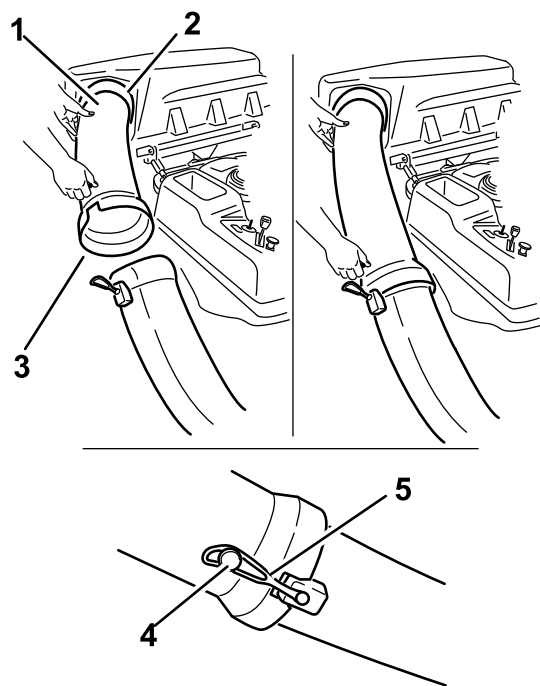

Figura 18
1. Inserite l'estremità curva del tubo di scarico nell'apertura prevista nel coperchio del sistema di raccolta (Figura 18).
2. Fate passare l'estremità svasata del tubo di scarico sopra l'estremità del camino di scarico. Portate il cinghiolo di gomma del camino sopra il grano del tubo di scarico per ancorarlo con sicurezza (Figura 18).